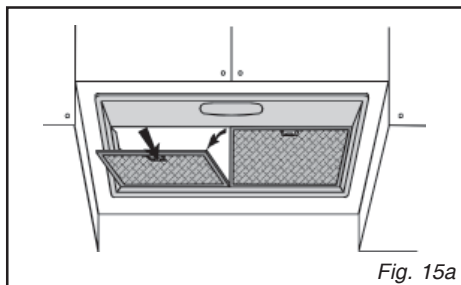

Fig. 15a
• Demontering af fedtfiltret (fig.15a-15b)